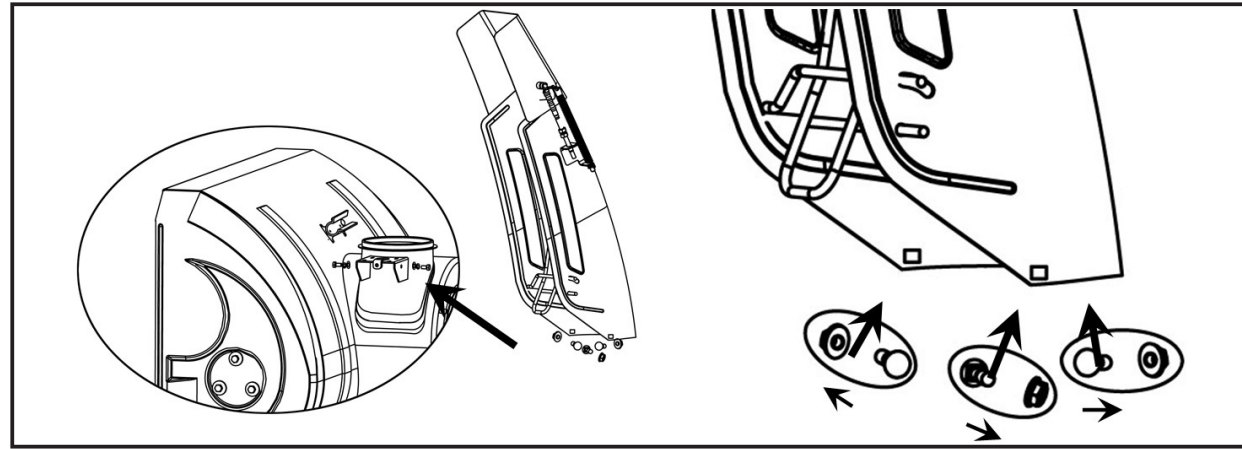

Рис. 7
1. Установить желоб на опору, зафиксировать прилагаемыми тремя болтами с гайками (Рис. 7).